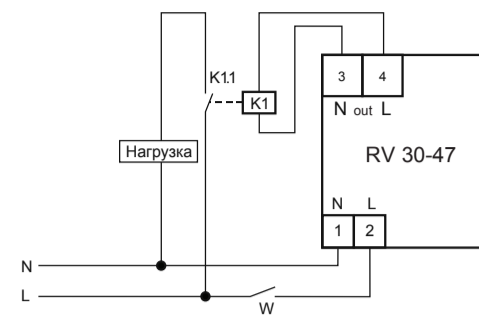

Рис. 3: схема подключения нагрузки мощностью более 4,4 кВт к устройству
7.3. В случае, если мощность нагрузки более **4,4кВт**, то нагрузка подключается к изделию через контактор соответствующей мощности и проводом соответствующего сечения (рис.3).